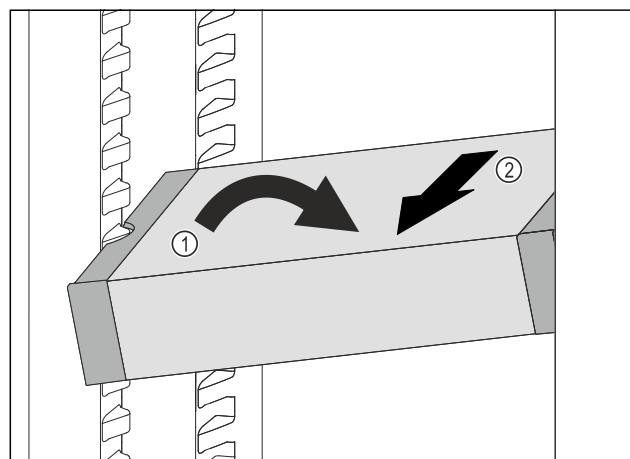

Fig. 88
- Poziționați oblic VarioSafe în frigider. Fig. 88 (1)
- Extrageți VarioSafe spre înație. Fig. 88 (2)